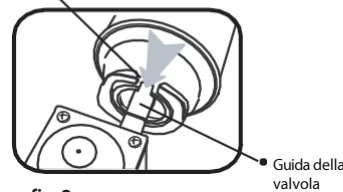

fig. 2
1. Controlla che la manopola di controllo (8) sia impostata sulla posizione "●" ruotandola in senso orario e la leva della cartuccia (6) è impostato su UNLOCK.
2. Apri il coperchio della cartuccia (2) e inserisci la cartuccia, con la testina rivolta verso la parte anteriore, in modo che la tacca sia rivolta verso l'alto e si allinei alla guida del valore (fig. 2).